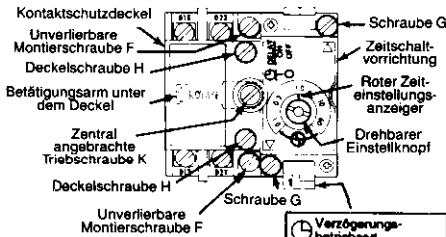

ABBILDUNG 2
- 1.5 Die Zeitverzögerungsbetriebsart ist am unteren Ende de, Zeitschaltvorrichtung angezeigt. Abbildung 2. Wird die entgegengesetzte Verzögerungsbetriebsart gewünscht, sind zur Umwandlung die nachfolgenden Schritte vorzunehmen.
- 2.1 Die beiden unverlierbaren Schlitzkopfschrauben G, gekennzeichnet mit dem Symbol Δ, lockern. Abbildung 2. Die mit schwarzem Siegelack versehenen Kreuzschlitzschrauben nicht entfernen.
- 3.1 Die unverlierbaren Deckelschrauben H lockern und den Schutzdeckel abnehmen. Abbildung 2.